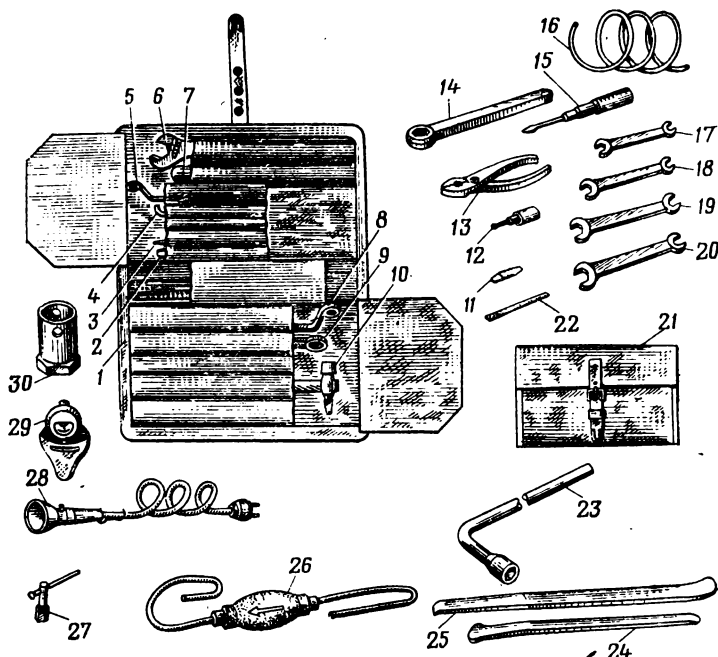

Рис. 67. Инструмент водителя, придаваемый к автомобилю:
- сумки инструментальные, большая и малая (рис. 67), переносная лампа, насос для ручного переливания бензина и лопатки монтажные для шин — за сиденьем водителя;